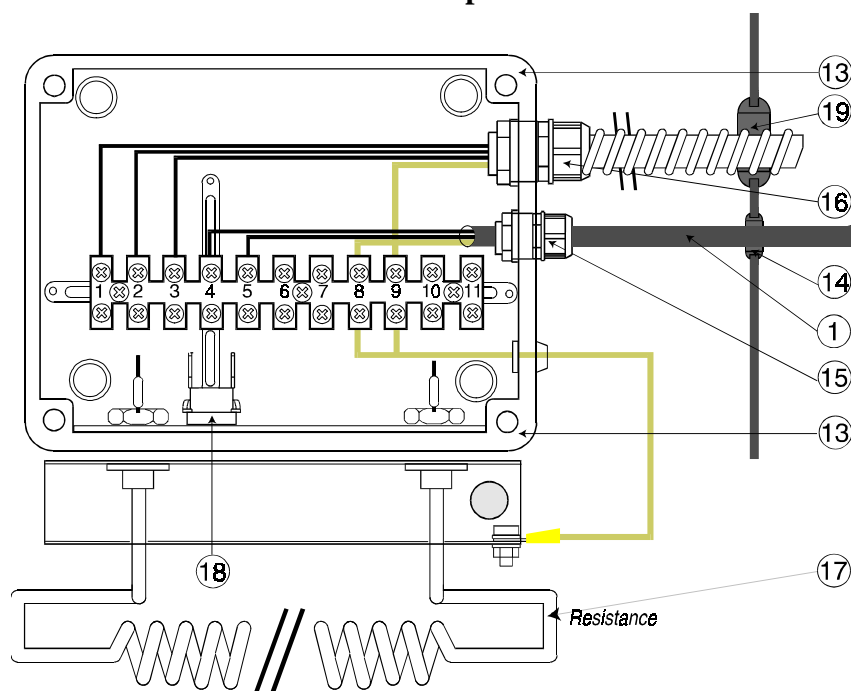

Fig. 5
- Dévisser les vis qui fixent le couvercle de la **boîte de dérivation** (**Réf. 13 - Fig.5**).
- Faire passer le câble (**Réf. 1**) d'alimentation du moteur de l'humidificateur à travers le passe-câble (**Réf. 14**) et la presse-étoupe (**Réf. 15**) comme illustré à la Fig.5, loin de la résistance (**Réf. 17**).